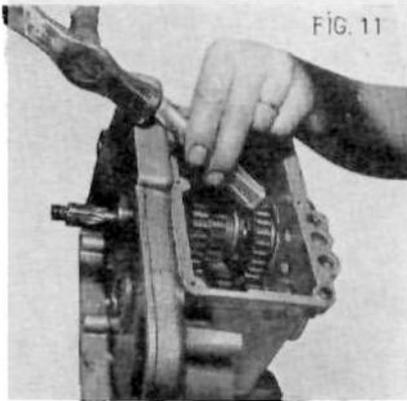

FIG. 11
- Il faut ensuite repousser vers l'extérieur le pignon à queue 34 avec le jet pour dégager le plus possible le petit roulement 35 qui est logé dans le centre de ce pignon (fig. 11).